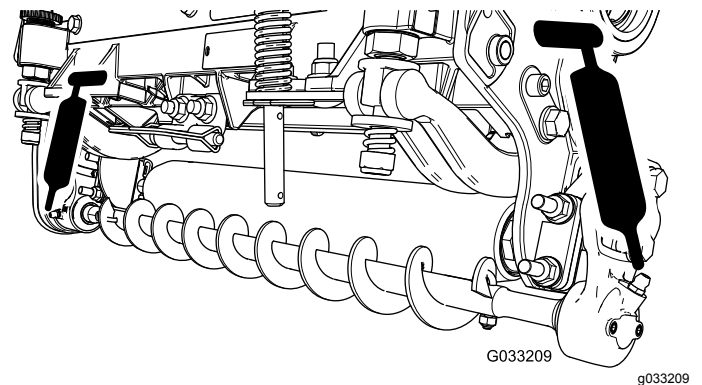

Figure 16
- Graissez les graisseurs de chaque logement de roulement de brosse de roulement avec de la graisse au lithium n° 2 (Figure 16).